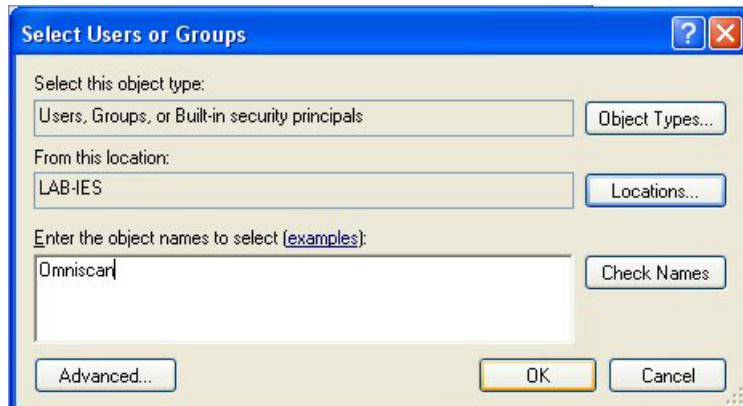

Рис. 7-16 Окно Выбор пользователей и групп (Windows XP)
8. В диалоговом окне **Select Users or Groups** (Выбор пользователей и групп) щелкните на кнопке **Locations** [Размещение] (см. Рис. 7-16 на стр. 217).
10. Вернувшись в окно **Select Users or Groups**, введите **Omniscan** (см. Рис. 7-16 на стр. 217) в текстовом поле **Enter the object names to select** и нажмите **OK**.
13. В диалоговом окне **Select Users or Groups** (Выбор пользователей и групп) щелкните на кнопке **Locations** [Размещение] (см. Рис. 7-16 на стр. 217).
15. Вернувшись в окно **Select Users or Groups**, введите **OmniScan** (см. Рис. 7-16 на стр. 217) в текстовом поле **Enter the object names to select** и нажмите **OK**.